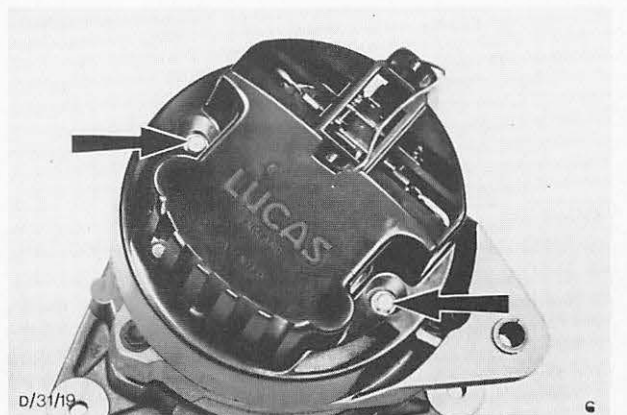

Abb. 41 Halteschrauben – hinterer Deckel
2. Hinteren Deckel der Lichtmaschine abbauen. Abb. 41.